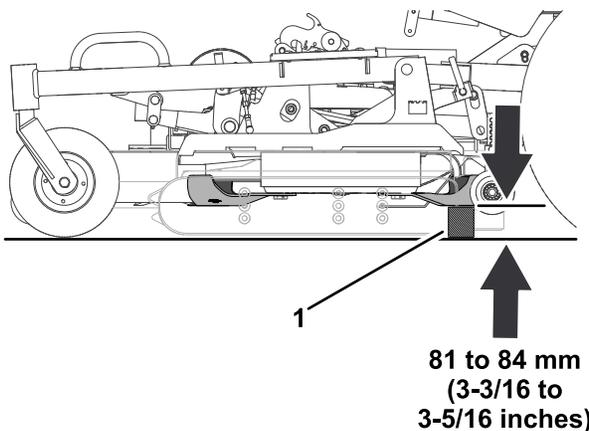

図 127
5. ゲージブロックを使って、プレートが一番後側のエッジから床面までの高さを測る 図 127。